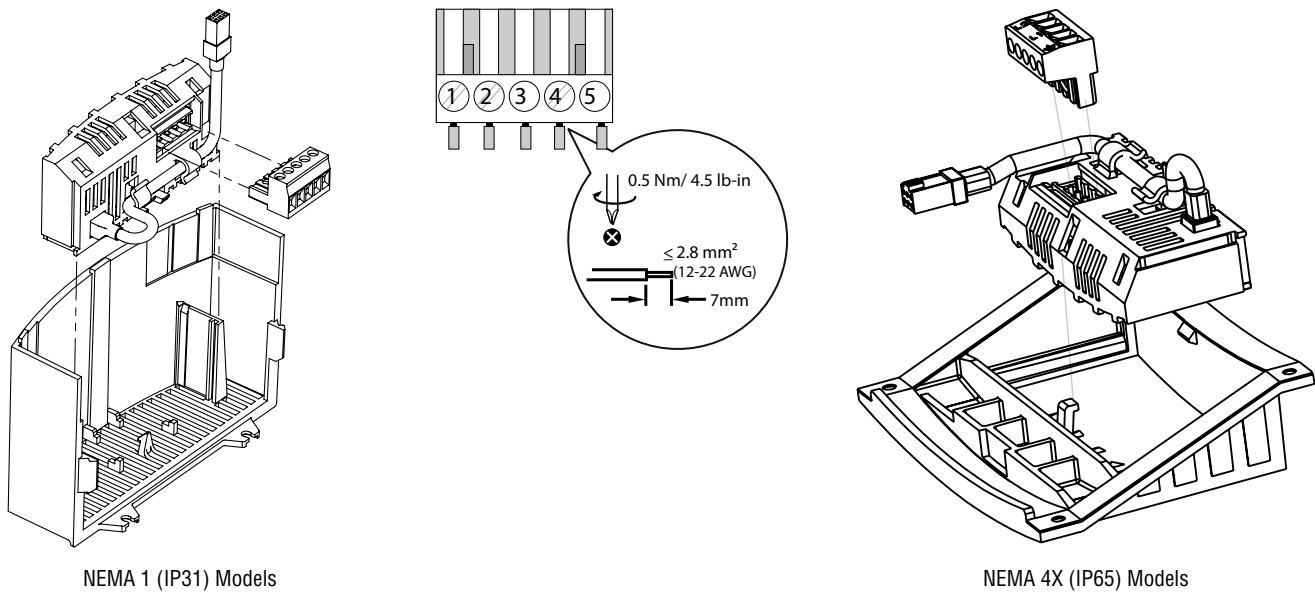

Figure 2 : Installation du module de communication CANopen
2. Insérer le module CANopen en option dans le capot et l'encliqueter fermement en position tel qu'illustré à la Figure 2.